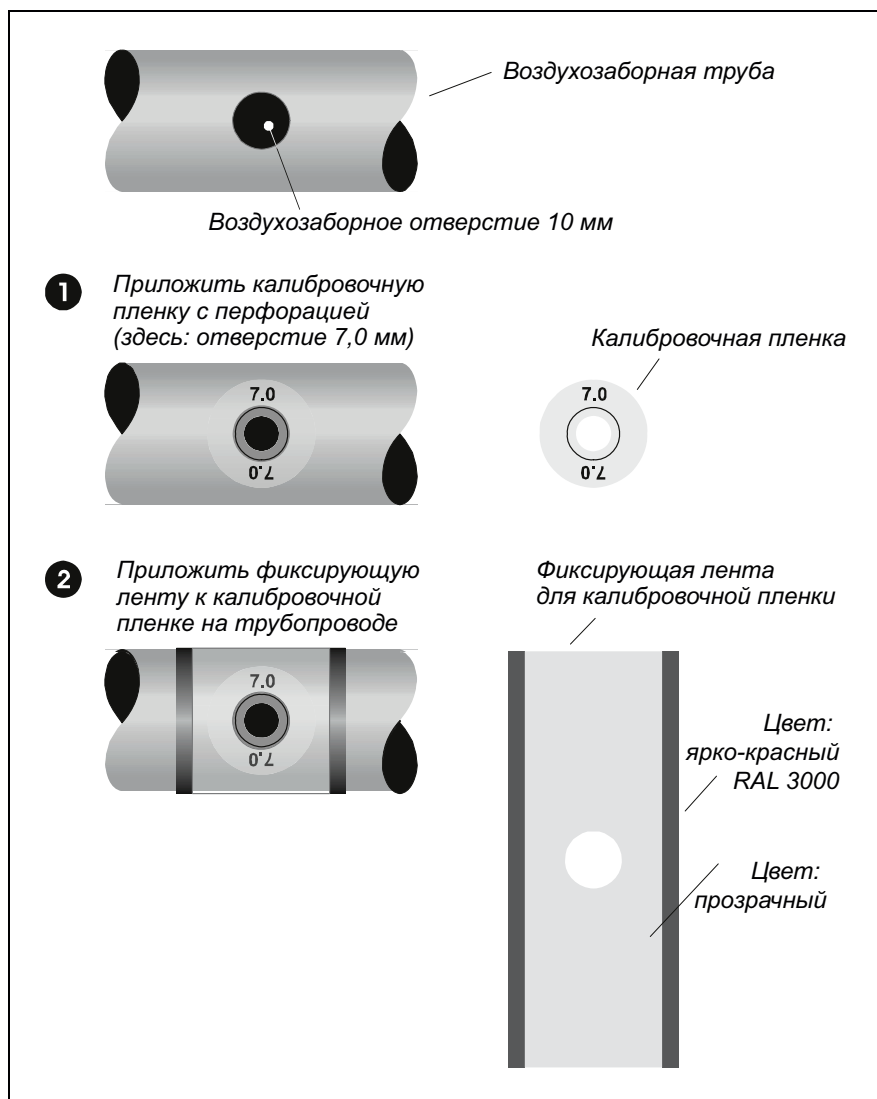

Рис. 6.3: Наклеивание калибровочной пленки
5. Прикрепите калибровочную пленку поверх отверстия (см. рис. 6.3, ①).
6. Для предотвращения ослабления калибровочной пленки зафиксируйте ее лентой (см. рис. 6.3, ②).